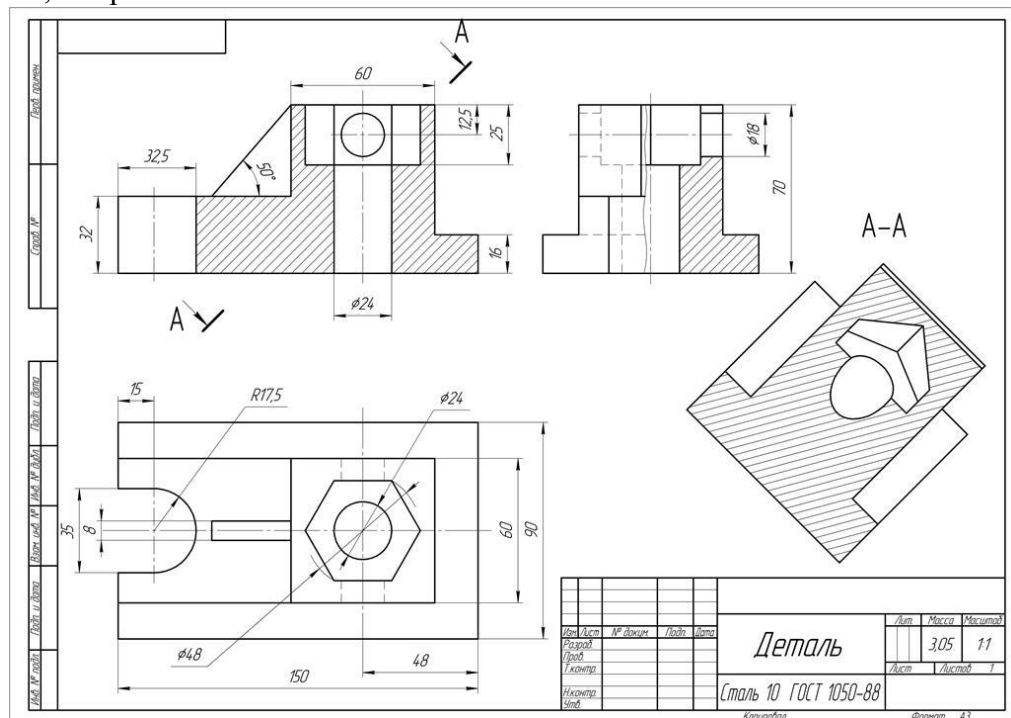

Рисунок 35 - Пример оформления графической работы
1. Формат А3 расположить горизонтально. Выполнить внутреннюю рамку и основную надпись, см. рис.35.